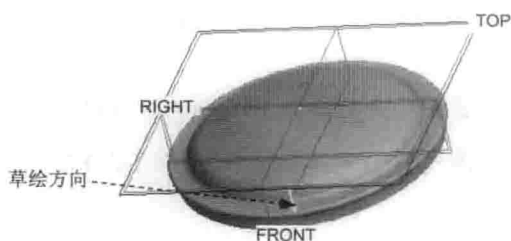
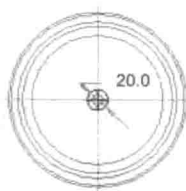

图 1.18 草绘平面
图 1.19 截面草图
(1) 选择命令。单击 **模型** 功能选项卡 **形状** 区域中的 **拉伸** 按钮，此时系统弹出“拉伸”操控板。
(2) 先确认“实体类型”按钮  被激活，然后确认操控板中的“移除材料”按钮  和“移除与曲面垂直的材料”按钮  被激活。
(3) 绘制截面草图。在图形区右击，从系统弹出的快捷菜单中选择 **定义内部草绘** 命令；选取 TOP 基准平面为草绘平面，选取 RIGHT 基准平面为参考平面，单击 **反向** 按钮，使用图 1.18 所示的草绘方向；然后选取 RIGHT 基准平面为参考平面，方向为 **上**；单击 **草绘** 按钮，绘制图 1.19 所示的截面草图。